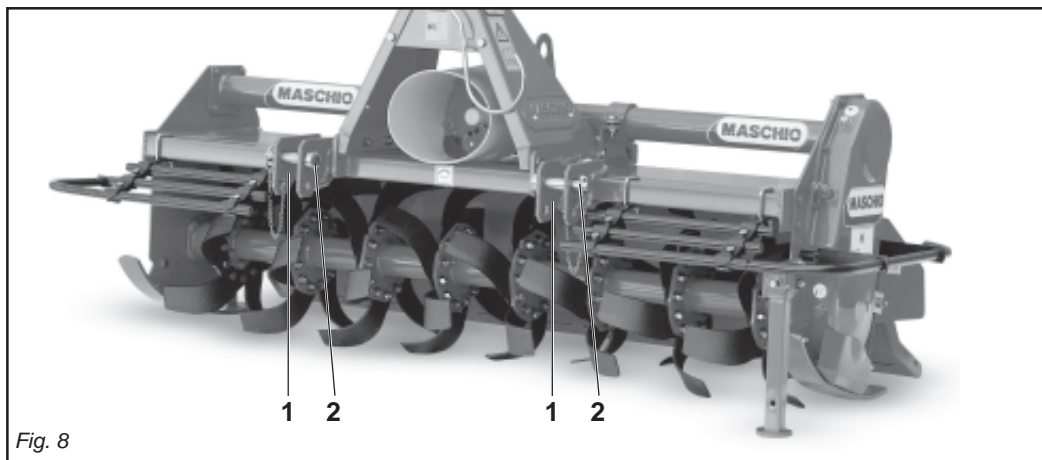

Fig. 8
In base alle dimensioni specifiche di questi 2 tipi di attacchi dei trattori è necessario determinare la posizione più favorevole della macchina spostando opportunamente sul tubo quadro le piastre (1 Fig. 8) e inserendo i perni (2 Fig. 8) nei fori corrispondenti al giusto diametro delle parallele del trattore.
Depending on the precise dimensions of these two types of hitches, find the best position for the machine by moving the plates (1 Fig. 8) along the square tubular and inserting the pin (2 Fig. 8) in the holes corresponding to the correct diameter for the tractor's parallel arms.
En fonction des dimensions spécifiques de ces deux types d'attelages des tracteurs il faut déterminer la position la plus favorable de la machine en déplaçant, sur le tube carré, les plaques (1 Fig. 8) et introduire les axes (2 Fig. 8) dans les trous correspondant au bon diamètre des parallèles du tracteur.
Alle Maschinen können an jedem beliebigen Schlepper mit Universal-Dreipunktaufhängung der 1. und 2. Kategorie angebaut werden. Aufgrund der spezifischen Abmessungen dieser beiden Schlepperanschlüsse kann man die günstigste Position der Maschine festlegen, indem man die Platten (1 Abb. 8) auf dem Vierkantrohr verschiebt und die Bolzen (2 Abb. 8) in die entsprechenden Bohrungen mit dem richtigen Durchmesser auf dem Schleppergestänge einsteckt.
En relación a las dimensiones específicas de estos dos tipos de enganche de los tractores hace falta determinar la posición más favorable de la máquina desplazando oportunamente en el tubo cuadrado las placas (1 Fig. 8) e introduciendo los pernos (2 Fig. 8) en los orificios correspondientes al correcto diámetro de las paralelas del tractor.
Le piastre (1 Fig. 8) vanno montate sempre e solo come mostrato in Fig. 8 con i fori posizionati anteriormente al tubo quadro.
- 1) Accostare le parallele del sollevatore ponendole all'interno delle piastre (1 Fig. 8), inserire il perno (2 Fig. 8) nel foro predisposto e bloccare con le copiglie a scatto.
The plates (1 Fig. 8) must always and only be mounted as shown in Fig. 8 with the holes towards the front of the square tubular.
- 1) *Near the lift bars, setting them in the most suitable plates (1 Fig. 8). Insert the pin (2 Fig. 8) into the relative hole and lock in place with the snap-in split pins.*
Les plaques (1 Fig. 8) doivent obligatoirement être montées comme illustré dans la Fig. 8 en utilisant les trous placés à l'avant du tube carré.
- 1) Approchez les barres du relevage en les plaçant à l'intérieur des plaques les plus appropriées (1 Fig. 8), introduisez l'axe (2 Fig. 8) dans le trou correspondant et bloquez par les goupilles à encastrement.
Die Platten (1 Abb. 8) dürfen nur und ausschließlich so montiert werden, wie es in Abb. 8 gezeigt ist, nämlich mit den Bohrungen, die vor dem Vierkantrrohr angeordnet sind. Der Hersteller haftet nicht für die Beschädigung der Maschine oder des Schleppers infolge der Nichtbeachtung dieser Angabe.
- 1) *Die Lenker des Krafthebers annähern und in die am besten geeigneten Platten schieben (1 Abb. 8). Den Bolzen (2 Abb. 8) in das Loch stecken und mit dem einrastenden Splint blockieren.*
Las placas (1 Fig. 8) deben ser montadas siempre y solamente según lo indicado en la Fig. 8 con los orificios posicionados delante del tubo cuadrado. La firma constructora no es responsable de rupturas en la máquina o en el tractor originadas por falta de respeto de esta indicación.
- 1) Acercar las barras del elevador poniéndolas dentro de las placas más indicadas (1 Fig. 8), introducir el perno (2 Fig. 8) en el orificio y bloquear con los pasadores de resorte.